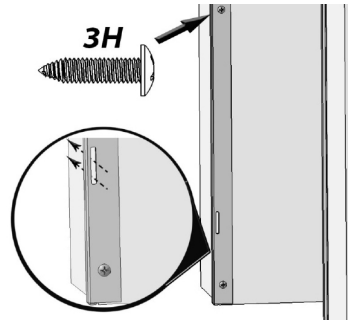

Fig. 9
5. Con ocho tornillos 3H y un taladro eléctrico, ajuste los 2 soportes de fijación de la moldura lateral a los bordes de la abertura delantera izquierda y derecha del gabinete con los soportes que tocan el piso (Fig. 9). Asegúrese de que las ranuras rectangulares se extiendan sobre el borde del gabinete.